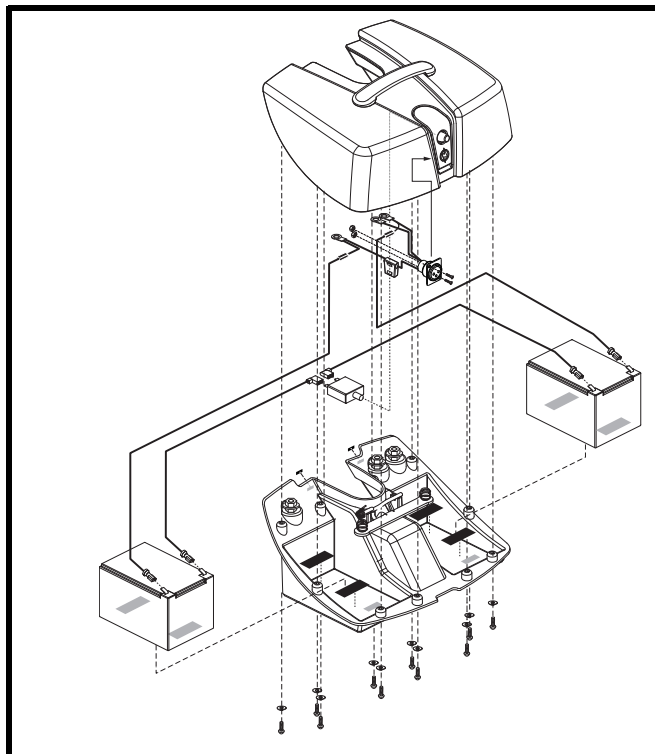

Figure 25. Boîtier à batteries du Go-Chair
3. Retirez toutes les vis qui retiennent les deux sections du boîtier. Voir la figure 25.
8. Rebranchez les deux fils (2) sur les bornes de batterie. Assurez vous de bien brancher le fil rouge à la borne (+) positive et le fil noir à la borne (-) négative.